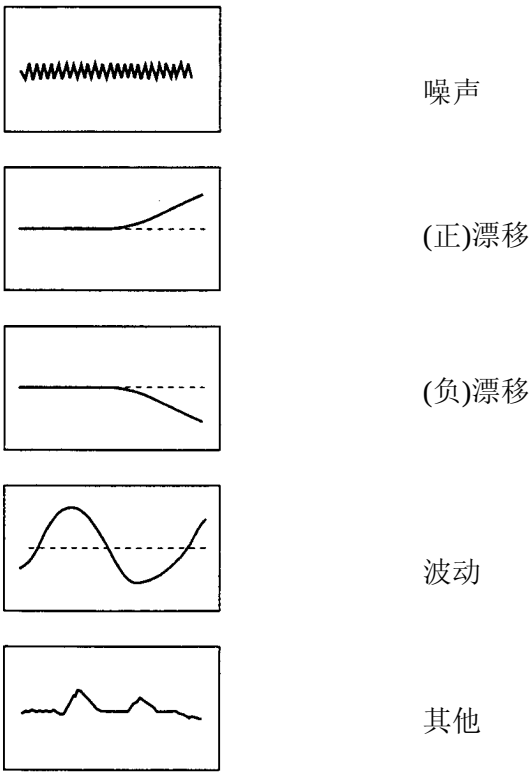

图 3.8.2 基线的各种异常
(2)遇如图 3.8.2 所示的基线不稳定时，请参见 6.1 《故障排除》。